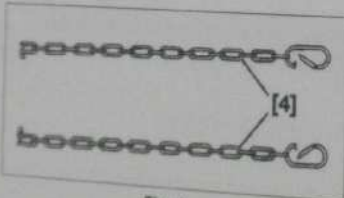

Fig. 2
- [4]. Jeu de 2 élingues (réf : 0102-M) (Fig.2).